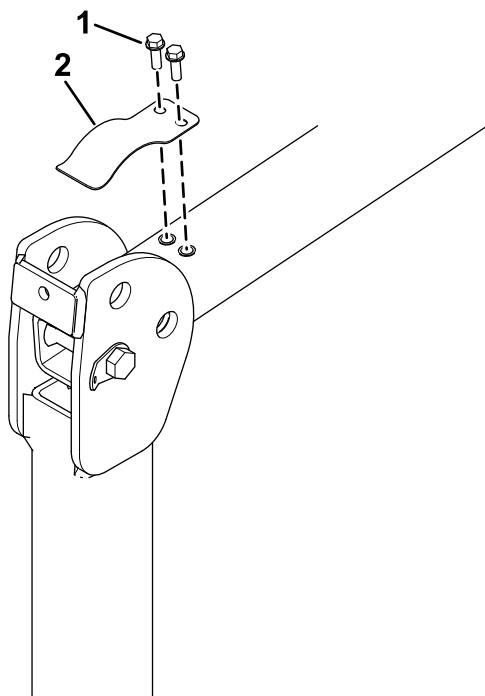

Figura 15
1. Con la barra antivuelco bajada, retire el muelle de lámina antitraqueteo (Figura 15) de cada lado de la barra antivuelco.